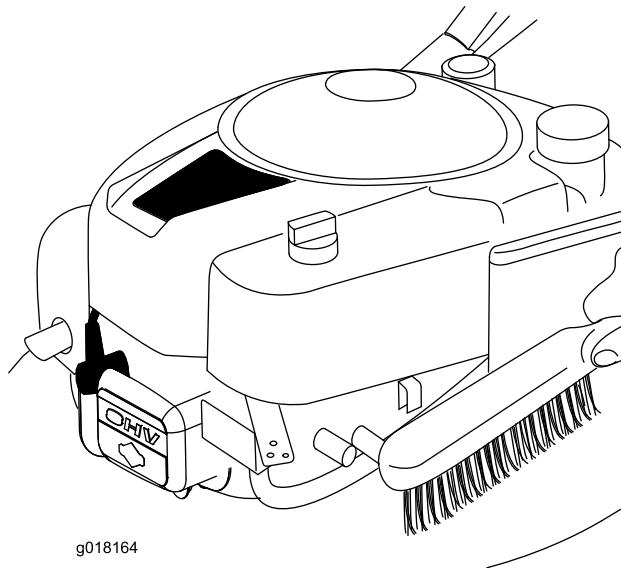

Figura 28
- Retire toda a relva e detritos do motor, incluindo do escape/protecção do escape, das vias do ar no resguardo superior e da plataforma envolvente utilizando uma escova ou ar comprimido (Figura 28).